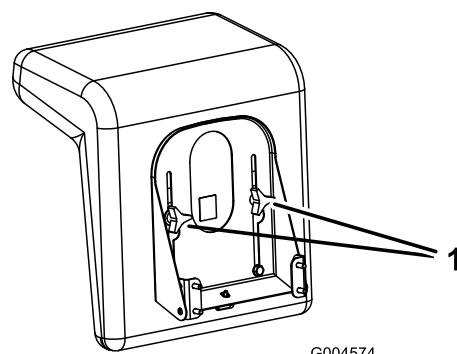

Bild 7
1. Klappen Sie den Sitz hoch und lösen Sie die Einstellhandräder (Bild 7).